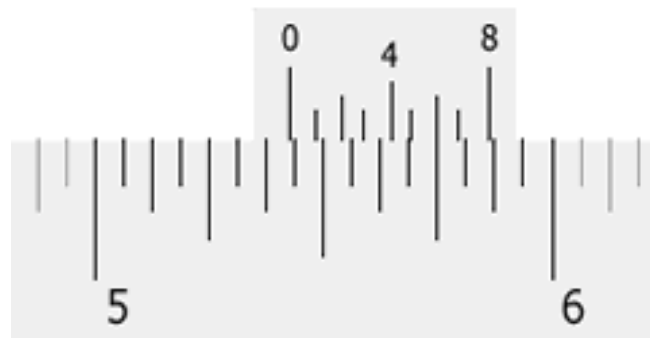

figura 3 - escala em polegada fracionária com a menor divisão subdivida por um vernier ou nônio
O marca do vernier que se alinhar com uma marca da escala principal indicará a (sub)divisão da medida -figura 3.
A medida tomada no vernier deve ser somada à medida da escala principal (marcas a esquerda do zero (0) do nônio) -figura 3.
A leitura é muito simples -figura 3. Observe se o zero (0) do vernier coincidir com uma das marcas da escala principal a leitura é direta.
Caso o zero do vernier não coincida com um marca da escala principal (esteja entre duas), na escala principal: some a polegada inteira ao valor da fração referente à marca à esquerda do zero do vernier ao valor do marca do vernier que está alinhado (ufa). No exemplo da figura 3.